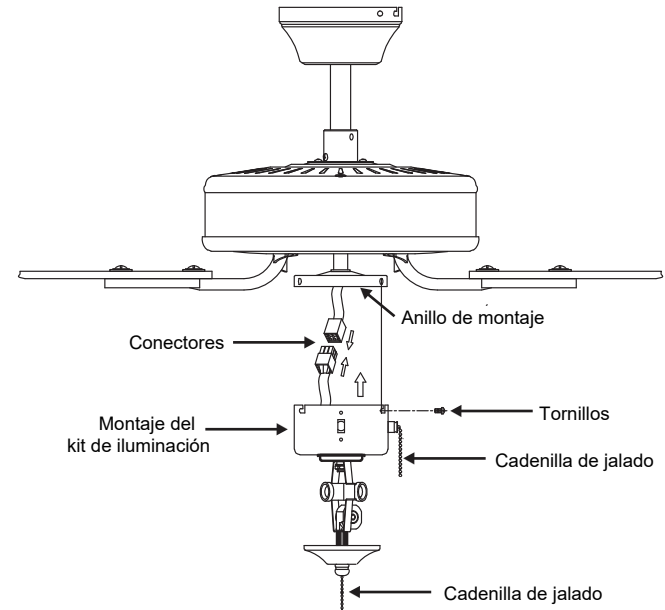

Fig. 16
Paso 2. Levante y mantenga el kit de iluminación cerca de la caja de interruptores. Acople los conectores con firmeza entre sí (**Fig. 16**).
Paso 3. Vuelva a introducir con cuidado todos los cables en la caja de interruptores y, a continuación, instale el montaje del kit de iluminación en el anillo de montaje con los 3 tornillos suministrados. Asegúrese de ajustar todos los tornillos (**Fig. 16**).